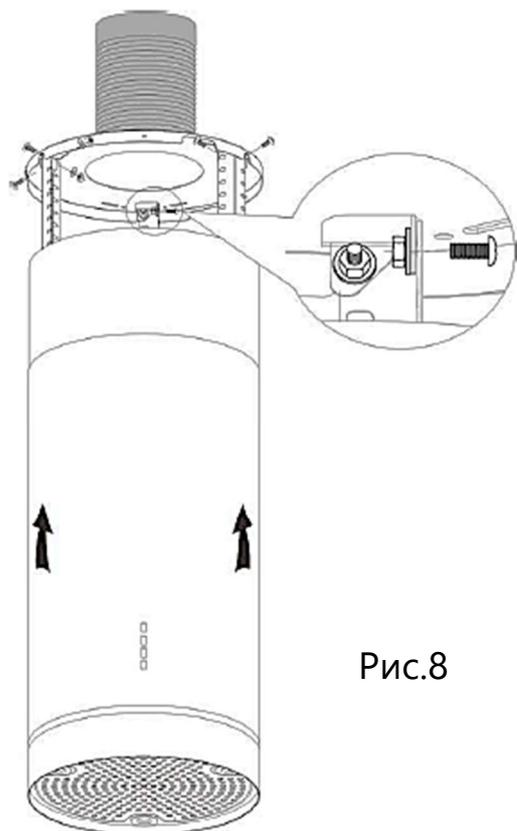

Рис.8
8. Вытяните расширительную трубу из потолка. Продвиньте внутрь кожуха. Используя 3 шт ST3*8 присоедините внутреннюю часть кожуха к потолку рис. 8.